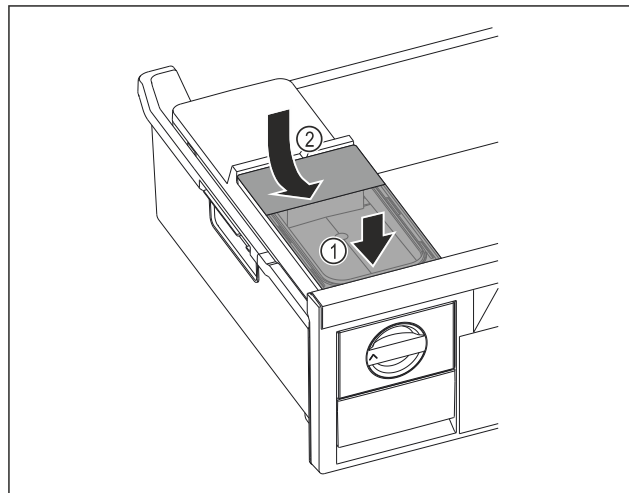

Fig. 157
- ▶ Sett fast fronten på vannbeholderen. Fig. 157 (1)
- ▶ Senk vannbeholderens bakdel. Fig. 157 (2)